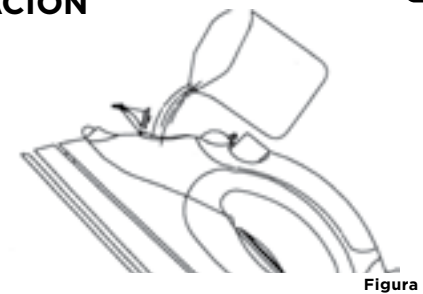

Figura 2
1. Abra la tapa de la boca de llenado. Sostenga la plancha ligeramente inclinada, vierta el agua despacio por la boca de llenado. Vea la figura 2. Llene el depósito hasta el nivel deseado o hasta el nivel marcado "MAX" usando el vaso de llenado. (Cuando la plancha está en posición vertical hacia arriba, podrá ver la medida de la cantidad de agua en el depósito). NO llene demasiado el depósito.
2. Enchufe el cordón a un tomacorriente polarizado de corriente alterna (AC) de 120 voltios.